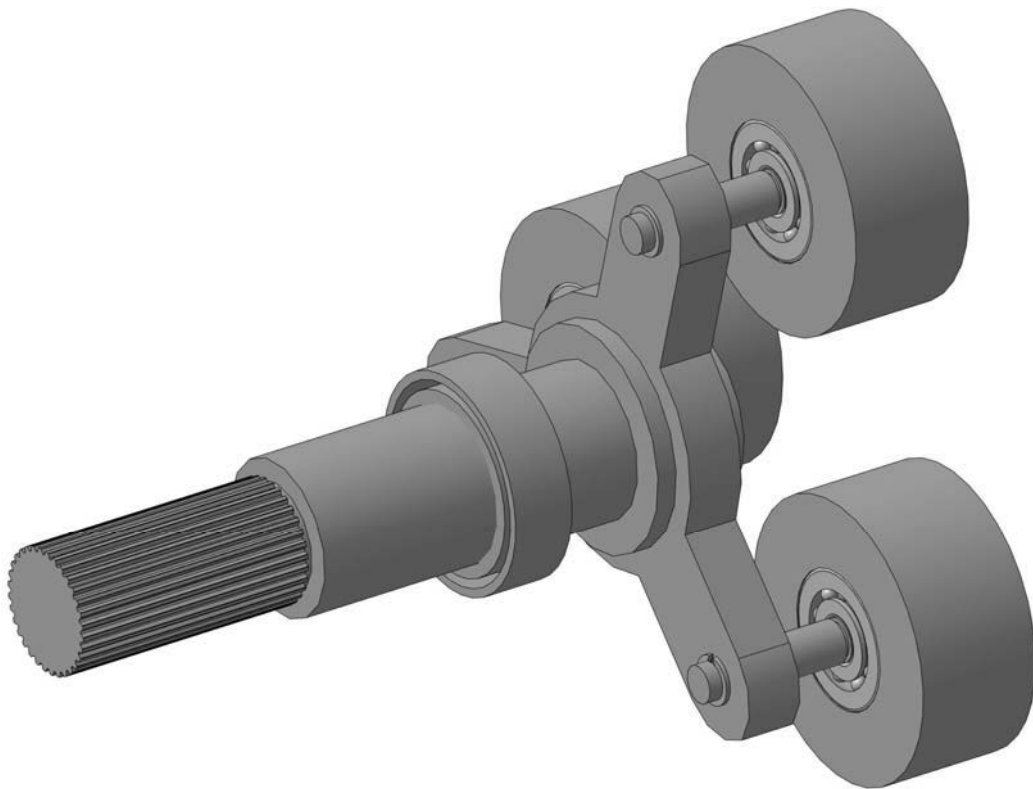

Рисунок 33 – Сборка водила
- 5 Создать сборку водила (рисунок 33).